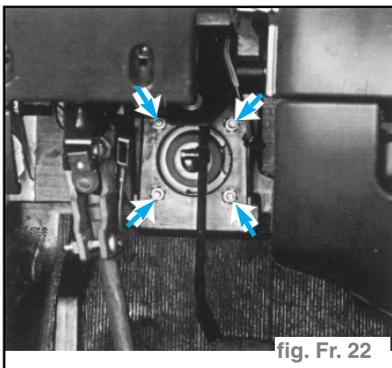

fig. Fr. 22
- Desserrer les écrous indiqués dans la figure pour faciliter l'extraction de la tige du servofrein, après l'avoir enlevée, procéder à la dépose des écrous indiqués. (fig. Fr. 22)